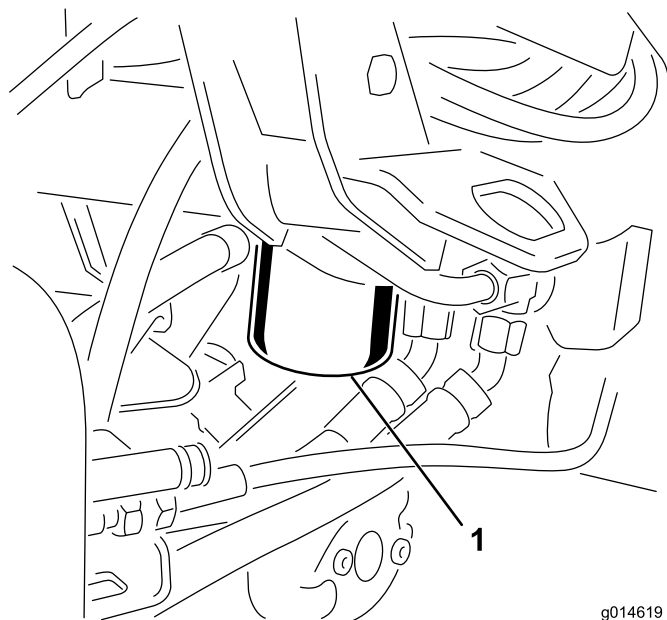

图51
1. 清洁过滤器安装区周围的区域图51。在过滤器下面放置一个放油盘并拆下过滤器。